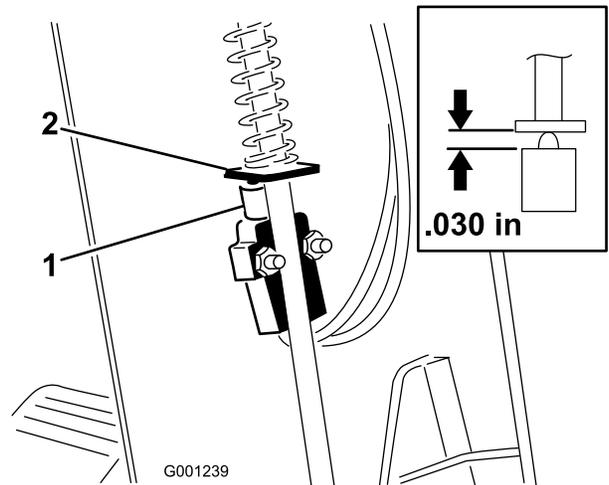

図 76
3. カバーを上をスライドさせて駐車ブレーキスイッチを露出させる 図 76。
5. 駐車ブレーキのロッドのパドルとスイッチのプランジャとを整列させる (図 76)。
6. 駐車ブレーキロッドを押し下げ、スイッチが押し上げられてプランジャが圧縮された時のプランジャの長さを 0.76mm とする 図 76 挿入図。